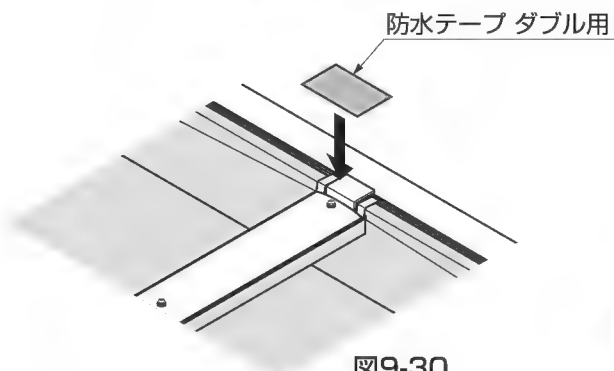

図9-30
⑤防水テープダブル用を屋根材、屋根固定材、棟木、フレームまたは、中間フレームに貼付けてください。（図9-30参照）